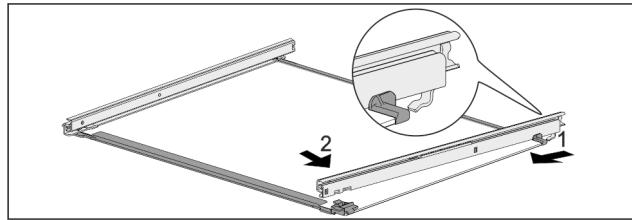

Fig. 45 Стеклянная пластина с направляющими
- Зашептните направляющую сзади. Fig. 45 (1)
- Защелкните направляющую спереди. Fig. 45 (2)